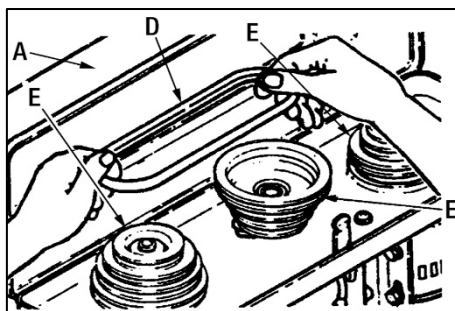
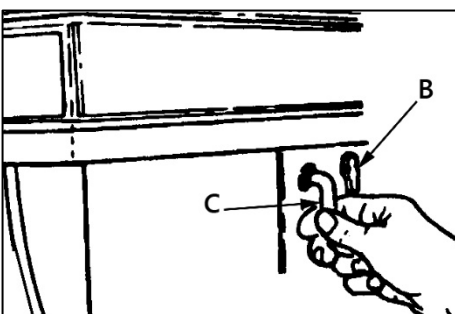

Рисунок 13.
Рисунок 14.
Откройте защитный кожух блока ременной передачи (A) (рис. 13), ослабьте фиксаторы (B) натяжения ремней (рис. 14), расположенные с правой и левой стороны головки сверлильного станка. Поверните ручку (C) натяжения ремней по часовой стрелке, чтобы ослабить их натяжение. Затяните фиксаторы натяжения (B).
Выберите необходимую скорость для операции сверления и переместите ремень на нужное положение на шкивах (E) (рис. 13). Обратитесь к схеме (рис. 15), расположенной на внутренней части защитного кожуха блока ременной передачи.
Ослабьте фиксаторы (B) (рис. 14) и вращайте ручку (C) против часовой стрелки, чтобы натянуть ремни. Ремни должны отклоняться примерно на расстояние 13 мм при нажатии на них посередине между шкивами. Затяните фиксаторы (B) натяжения ремня. Закройте защитный кожух. Если ремни проскальзывают во время сверления, отрегулируйте их натяжение снова.